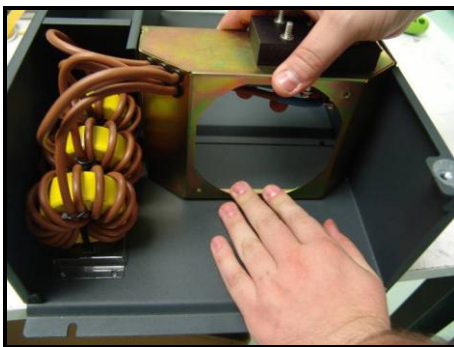

Figura 7.2.22
- 1) Retirar los 4 tornillos (**M4x8** DIN-7895H) que fijan las bobinas dv/dt al chasis. Ver figura 7.2.22).
- 2) Retirar los 4 tornillos **M4x8** DIN-7895H ) que unen el montante ventilador al chasis.( Ver figura 7.2.22)
- 3) Fijamos el montante ventilador al chasis mediante sus 4 tornillos (**M4x8** DIN-7895H). Ver figura 7.2.22.
- 4) Fijamos las bobinas dv/dt al chasis mediante sus 4 tornillos (**M4x8** DIN-7895H). Ver figura 7.2.22